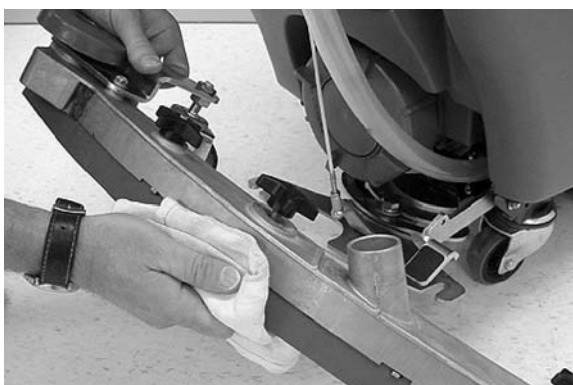

РИС. 43
6. Чисто вытрите лезвия швабры (Рисунок 43). Храните узел швабры в поднятом положении, чтобы предотвратить повреждение лезвий.